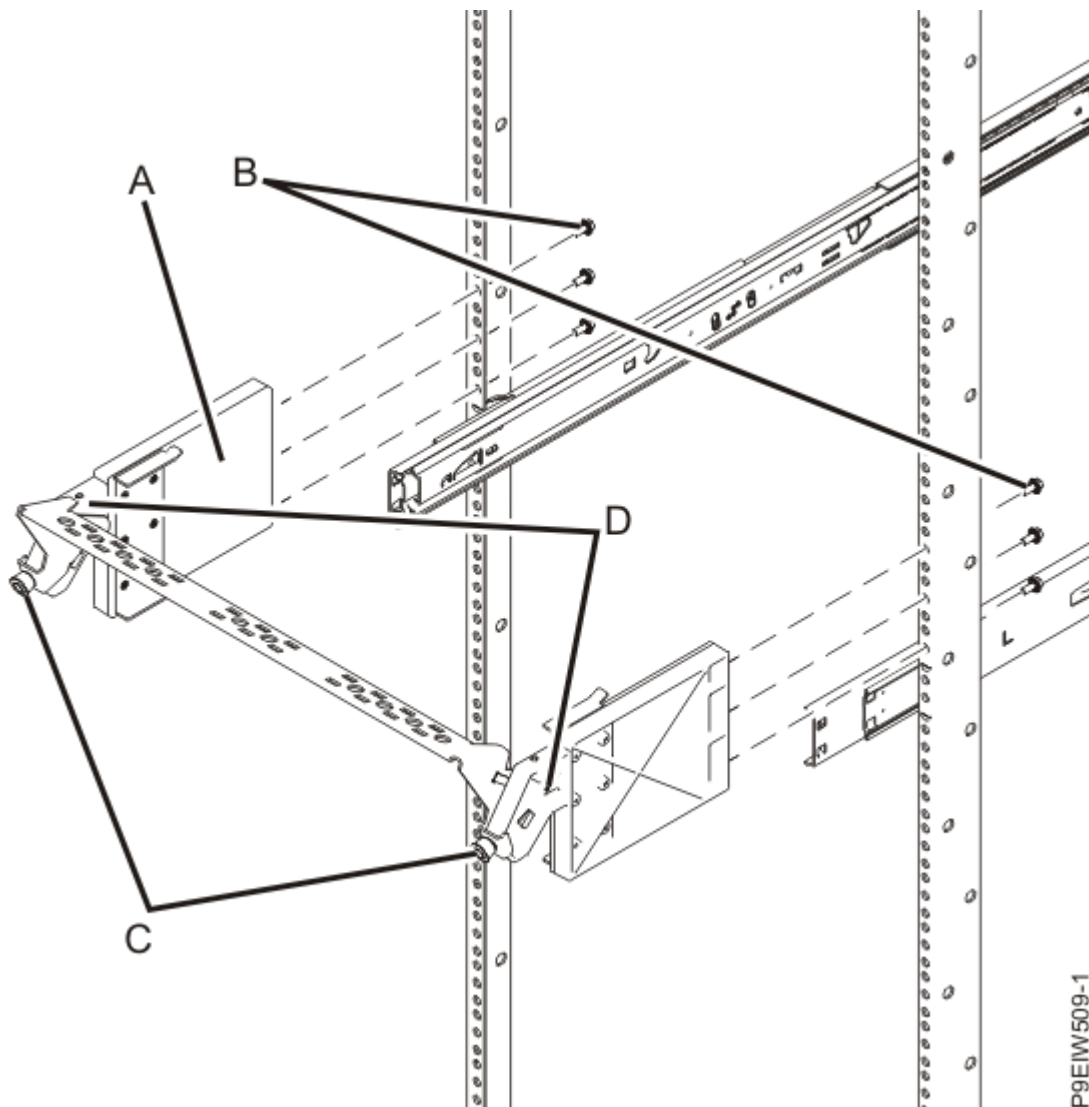

Figura 5. Conectando o suporte de gerenciamento de cabos ao rack
3. Monte o suporte de gerenciamento de cabos conectando a barra do organizador de cabos aos suportes de gerenciamento de cabos, usando dois parafusos M3 (**D**), como mostrado na Figura 5 na página 8.
- b. No interior do rack, instale três parafusos (**B**) através dos flanges do rack e no suporte de gerenciamento de cabos (**A**), como mostrado na Figura 5 na página 8.
5. Ajuste o suporte de gerenciamento de cabos de acordo com suas necessidades, puxando os parafusos de aperto manual (C) e inclinando o suporte, como mostrado na Figura 5 na página 8.